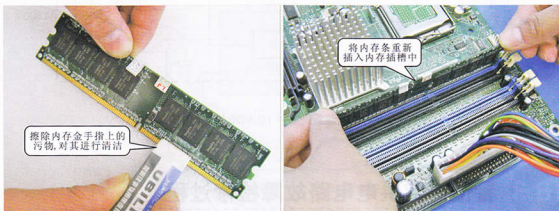

图16-9 排除内存的故障
(1) 通电检测前,首先应排除各种软故障,即检查是否因内存条松动,或金手指部分氧化等引起的内存故障,如图16-9所示,将内存条拔下,用橡皮擦拭内存条金手指进行清洁,然后重新装入内存插槽即可,通电试机,故障依旧,怀疑为该部分供电电路故障。